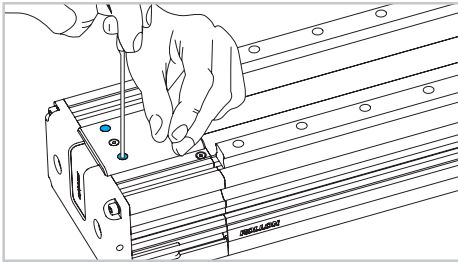

Abb. 4
- 3) Entfernen Sie die Abdeckplatte des Umlenkkopfes, indem Sie die vier äußeren Schrauben lösen. (Abb. 4).